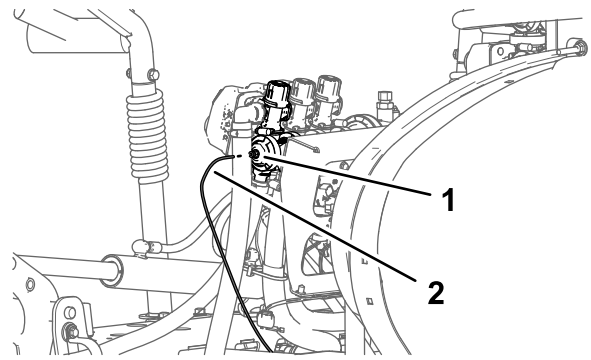

Bild 27
2. Ziehen Sie den Druckmessschlauch für das Messgerät am Armaturenbrett aus der Schlauchkupplung (Bild 27).
1. Drücken Sie den Stellring für die Schlauchkupplung in den Enddeckel des rechten Auslegerabschnittventils hinein (Bild 27).